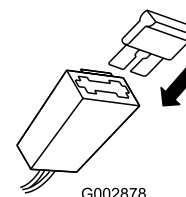

Figura 9
- Inserite il fusibile (che trovate nel sacchetto delle parti sciolte) nel portafusibili (Figura 9).